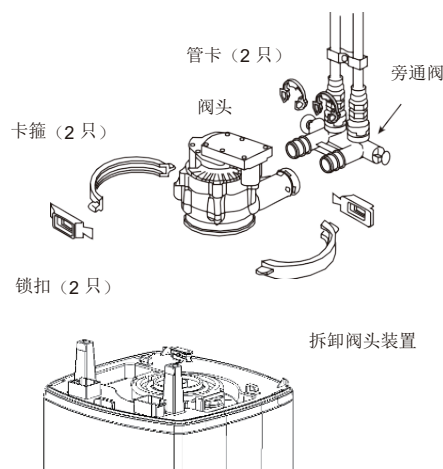

图39
- 6.移除卡箍（2只）和锁扣（2只）（见图39），向上取下阀头；